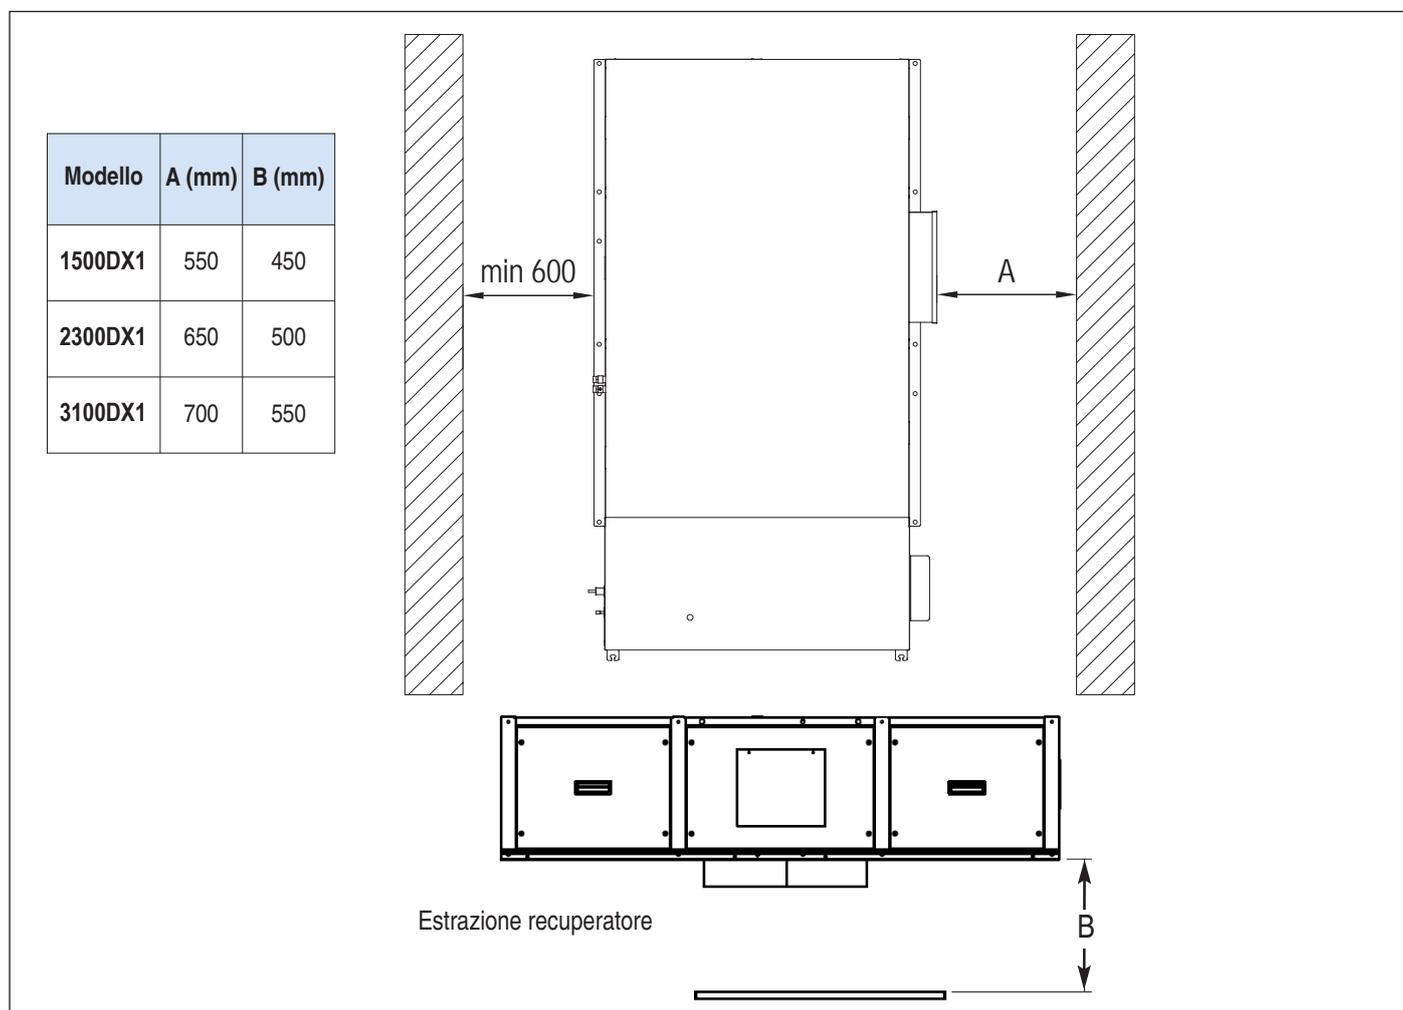

fig. 5
- Prevedere spazi tecnici adeguati tali da garantire le operazioni di installazione nonché di manutenzione e di sostituzione dei componenti quali batterie, filtri ecc. (fig. 5).